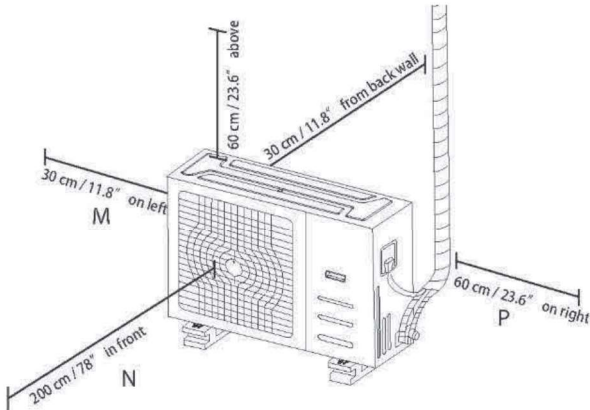

Abb. 5.10
**HINWEIS:** Die angegebenen Mindestabstände zwischen Außengerät und Wänden gelten für den Außenbereich. Achten Sie darauf, dass das Gerät in mindestens zwei der drei Richtungen (M, N, P) frei bleibt (siehe Abb. 5.10)